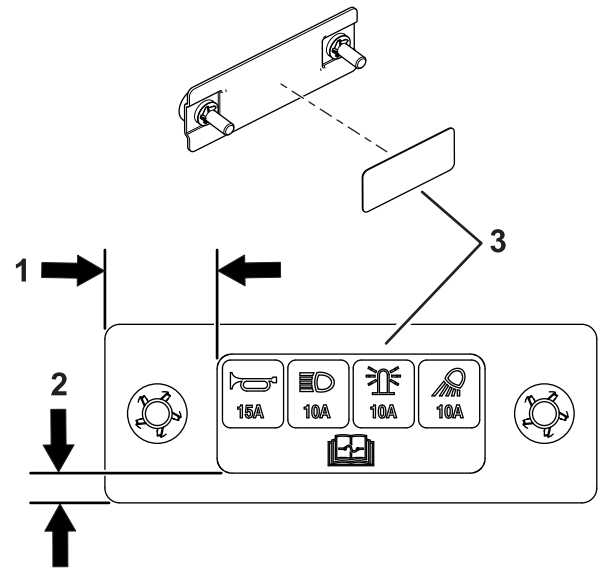

Figura 11
12. Coloque la pegatina en la cubierta de los fusibles, tal y como se muestra en la Figura 11.